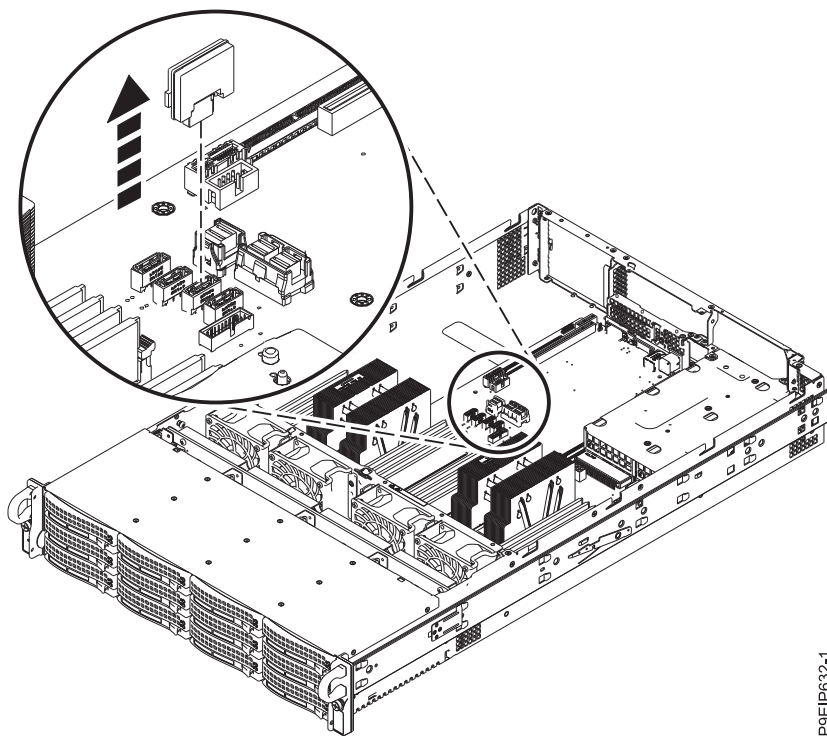

Figura 9. Removendo um DOM
4. Remova o DOM do painel traseiro do sistema conforme mostrado na Figura 9.